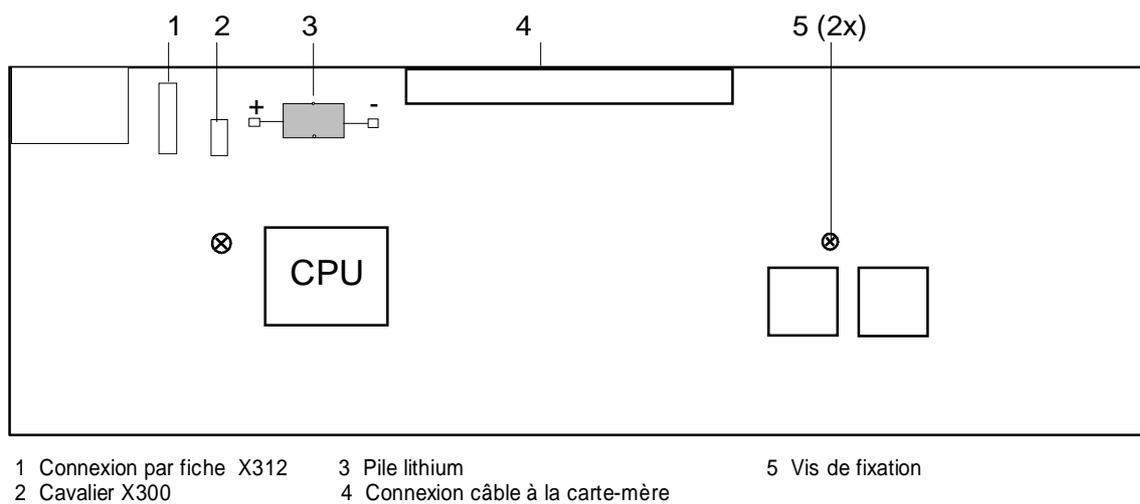

Fig. 4-2 Position de la pile sur la platine de contrôleur (face sur laquelle se trouvent les composants)
La position de la pile sur la platine de contrôleur est indiquée dans la fig. 4-2.
- Retirer le cavalier X300 (voir fig. 4-2, pos. 2).
- Retirer le câble sur le connecteur X312 (voir fig. 4-2, pos. 1). Les autres connexions peuvent être maintenues.
- Enlever les 2 vis de fixation (voir fig. 4-2, pos. 5) sur la platine de contrôleur.
- Visser la platine de contrôleur (voir fig. 4-2, pos. 5), établir la connexion X312 (voir fig. 4-2, pos. 1).
Attention! Lors de la fixation et du soudage de la pile, il faut faire attention à la polarisation (voir fig. 4-2 et marquage sur la platine). Une fausse polarisation causera la destruction de modules.
- Enficher le cavalier X300 (voir fig. 4-2, pos. 2).